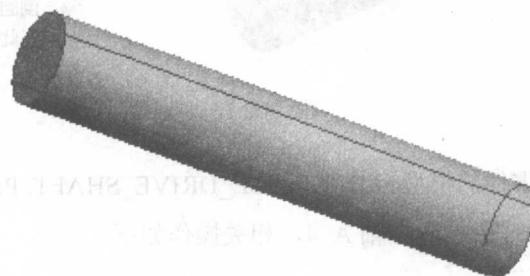

图 1.2.4
Step3. 创建如图 1.2.4 所示的实体拉伸特征, 相关操作如下。